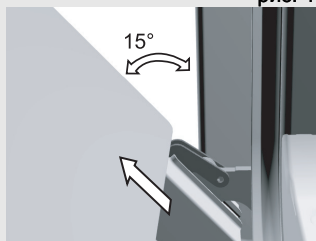

рис. 2
- Медленно закрывайте дверцу, пока фиксаторы не упрутся в прорези на дверце. Приблизительно при  $15^\circ$  (относительно закрытой дверцы) дверцу немного приподнимите и извлеките из гнезд шарниров на корпусе прибора (рис. 2).